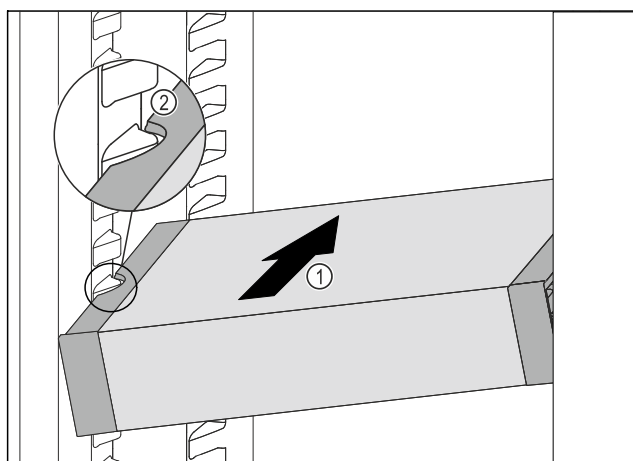

Fig. 98
- ▶ Skub VarioSafe skråt ind i kølesektionen, *Fig. 98 (1)* indtil udsparingerne i siden *Fig. 98 (2)* på VarioSafe er på niveau med beholderribben i kølesektionen.